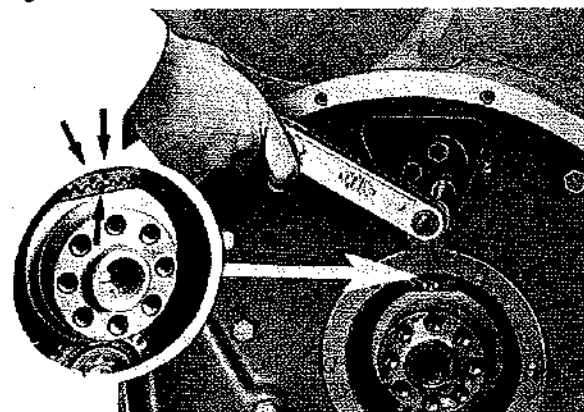

Fig. 53
- Inserire l'ingranaggio albero a camme centrandolo nella spina e facendo coincidere i segni di riferimento con l'albero motore (Fig. 53).
- Serrare le viti a 7 kgm. (Fig. 53).